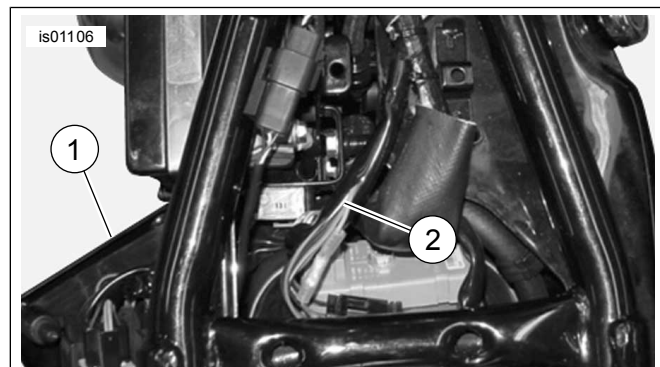

**Figura 10. Cavità del pannello fusibili "P&A IGN" (modelli Softail dal 2004 al 2010)**
4. Vedere Figura 10. Individuare la cavità del fusibile (1) indicata con "P&A IGN" sul coperchio del pannello fusibili di destra. Un filo dovrebbe alimentare un lato di questo circuito, ma non ci dovrebbe essere nessun filo o fusibile corrispondente. Inserire il terminale nel filo arancione/bianco dell'adattatore finché non si arresti. Esaminare l'attiguo terminale installato in fabbrica e controllare orientamento e profondità di inserimento.